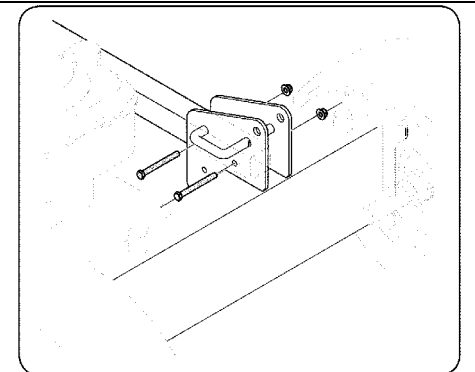

Рис. 2
9. Пока колун еще крепится к нижней части ящика, отверните два шестигранных болта и гайки из кронштейна бака и извлеките деревянные проставки из кронштейна бака. См. Рисунок 2.
10. Совместите отверстия в балке с отверстиями в кронштейне бака и зафиксируйте крепежом, который только что удалили. См. Рисунок 2.